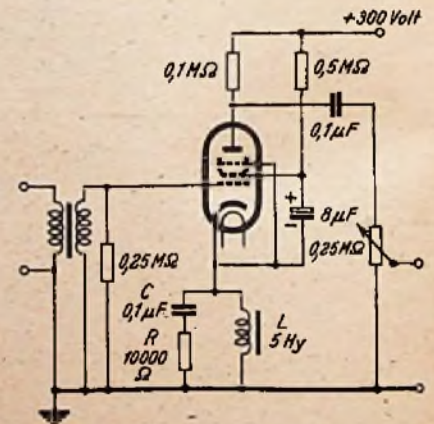

Abb. 1. Vorverstärker mit Tiefenanhebung
Der in Abb. 1 gezeigte Vorverstärker ist zwar in erster Linie für dynamische Tonabnehmer mit Schwingspule gedacht und soll die Abnahme der Ausgangsspannung dieser Tonabnehmerart nach tieferen Frequenzen zu ausgleichen, dürfte aber wegen der Form seines Frequenzganges und der Möglichkeit, diesen Frequenzgang in weiten Grenzen zu beeinflussen, auch in vielen anderen Fällen gute Dienste leisten und interessant genug sein, um hier kurz beschrieben zu werden. Die Tiefenanhebung erfolgt durch frequenzabhängige Gegenkopplung einer möglichst steilen Pentode; der frequenzabhängige Katenodenwiderstand der Pentode besteht aus einer Niederfrequenzdrossel, der ein Kondensator in Reihe mit einem Widerstand parallel geschaltet ist. Werden die Drossel L, der Kondensator C und der ohmsche Widerstand R so gewählt, daß für eine bestimmte
quenzgang wurde für  $f_T = 300$  Hz und  $R = 10\ 000$  Ohm mit entsprechenden Werten für  $L$  und  $C$  berechnet. Man kann den Knick der Frequenzkurve in jeden beliebigen Punkt legen und muß nur darauf achten, daß für diese Frequenz, wo die Tiefenanhebung beginnen soll, die Beziehungen (1) und (2) erfüllt sind. In dem Schaltbild Abb. 1 sind die